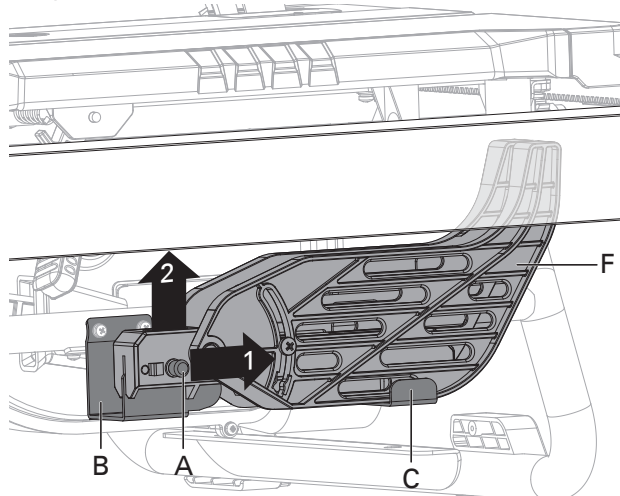

Fig. 10a
INSTALACIÓN DE LA PROTECCIÓN DE LA CUCHILLA (Fig. 10a-10c)
- Sujete las perillas (A) (una a cada lado de la protección de la cuchilla) y presione las perillas hacia adelante en dirección a la parte frontal de la protección de la cuchilla y hacia arriba hasta que la clavija salga de la ranura del soporte de montaje (almacenaje de la protección de la cuchilla) (B) situado en la parte frontal inferior derecha de la sierra y, luego, quite la protección de la cuchilla del soporte en U (almacenaje de la protección de la cuchilla) (C) situado en la parte media inferior derecha de la sierra (Fig. 10a).